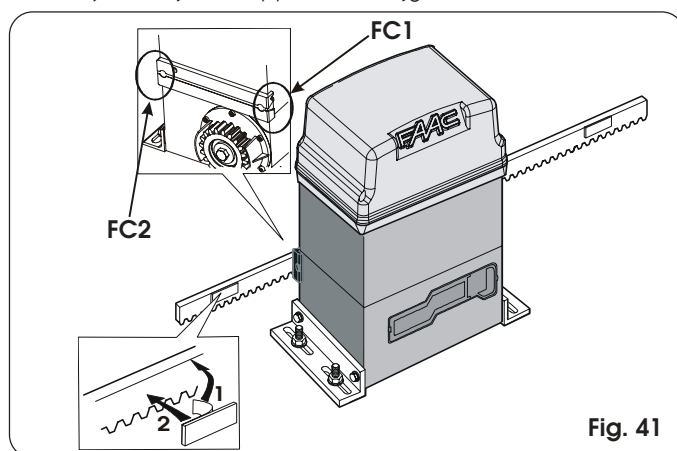
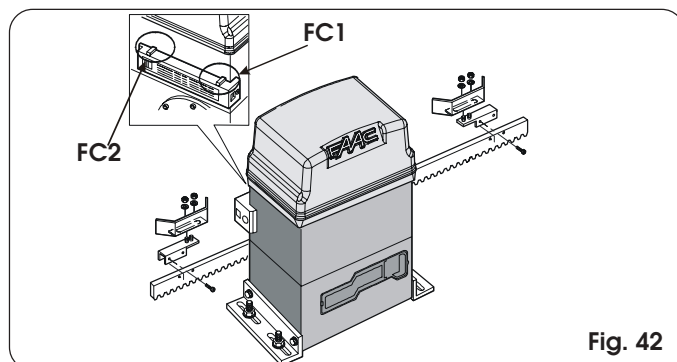

Fig. 41
Fig. 42
De aandrijving 746 is voorzien van een eindschakelaarsensor die de beweging van de poort laat stoppen door detectie van passage van een bepaald referentiepunt op de tandheugel. De eindschakelaar kan van een MLS- (fig. 41) of inductieve eindschakelaar (fig. 42) zijn.
- 10) Maak de tandheugelschoon op de punten waar de magneten moeten worden aangebracht, verwijder de folie van de zelfklevende kant van de magneten (fig. 41 ref. 1) en plaats hen
weer met de zelfklevende zijde tegen de tandheugel (fig. 41 ref. 2).
- 1) Monteer de eindaanslag waarbij u het plaatje centreert ten opzichte van de schroefpennen van de drager (fig. 42).